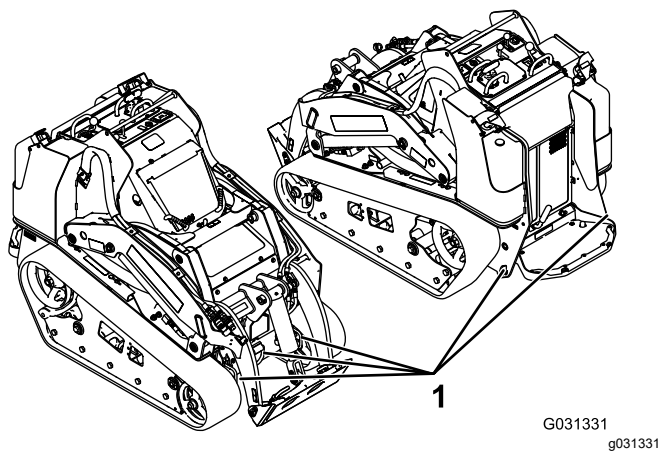

Рисунок 29
8. Используя металлические скобы для фиксации на машине, надежно прикрепите машину к прицепу или грузовику с помощью стропов, цепей, троса или веревок (Рисунок 29). Изучите местные нормативные документы по требованиям к креплению оборудования.